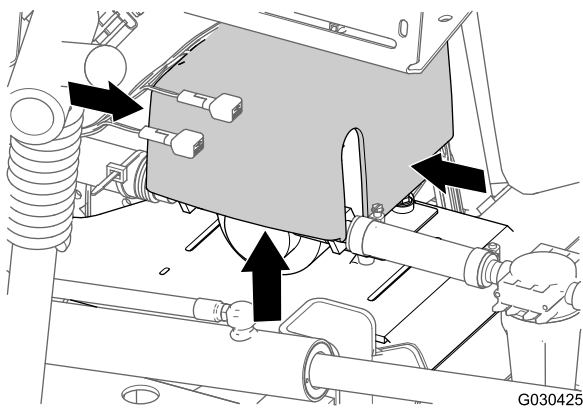

Рисунок 7
1. В задней части машины сожмите с обеих сторон крышку промывочного насоса и поднимите крышку вверх, чтобы высвободить выступы крышки из пазов в посадочной плите, затем снимите крышку с машины (Рисунок 7).